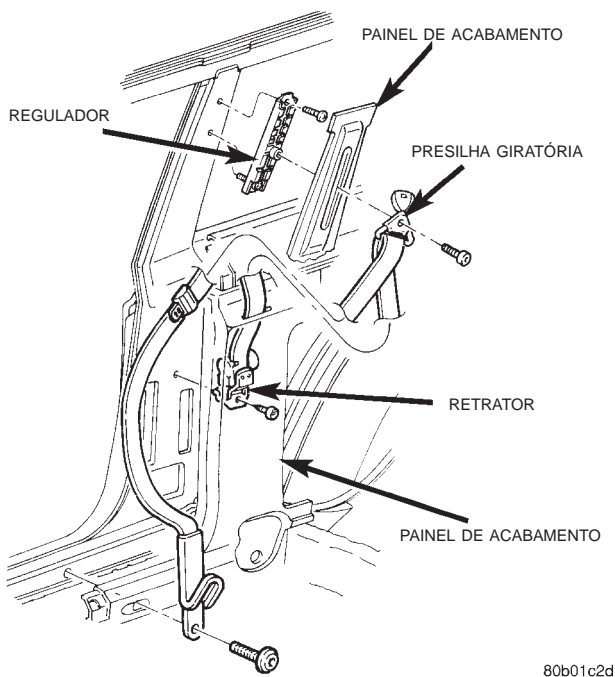
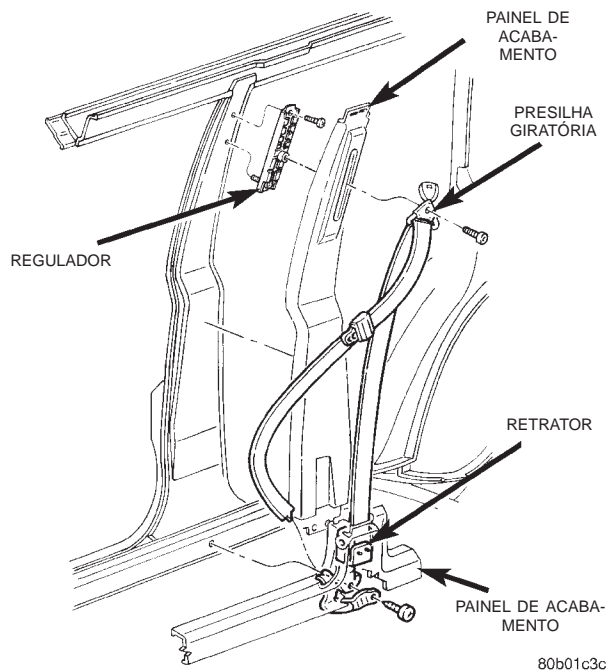

Fig. 81 Cinto Diagonal Dianteiro—Veículos de 2 Portas
Fig. 82 Cinto Diagonal Dianteiro—Veículos de 4 Portas
(7) Remova a placa de proteção interna/painel de acabamento da soleira da porta e remova o(s) parafuso(s) de ancoragem inferiores do cinto diagonal com uma broca Torx (Fig. 81) e (Fig. 82).
(8) Remova o cinto de segurança diagonal e o retrator.